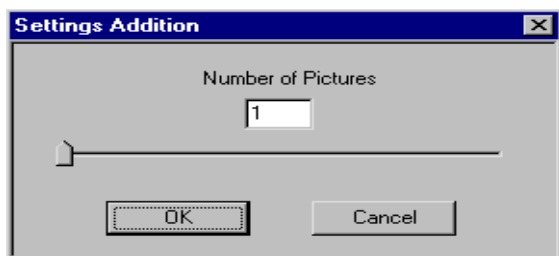

Bild 36: Anzahl der Bilder
- Unter *Options / Addition Settings* kann die gewünschte Bilderanzahl gewählt werden (siehe *Bild 36*).